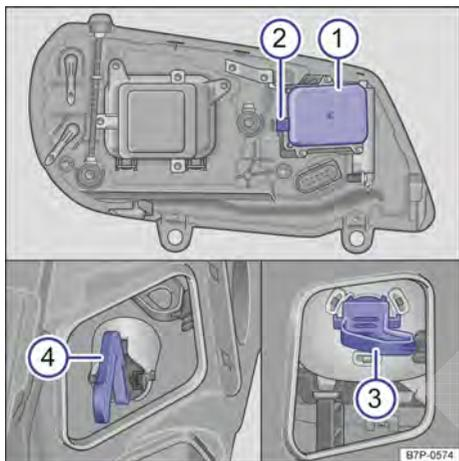

Fig. 235 No compartimento do motor: coberturas e lâmpadas no farol dianteiro esquerdo.
Retirar a cobertura → Fig. 235 ① na parte traseira do farol.
3. Para isso, pressionar o travamento ② para o lado e retirar a cobertura, puxando-a para trás.
4. Retirar a peça de coleta inferior ④ da guia e retirar a peça de coleta para trás.